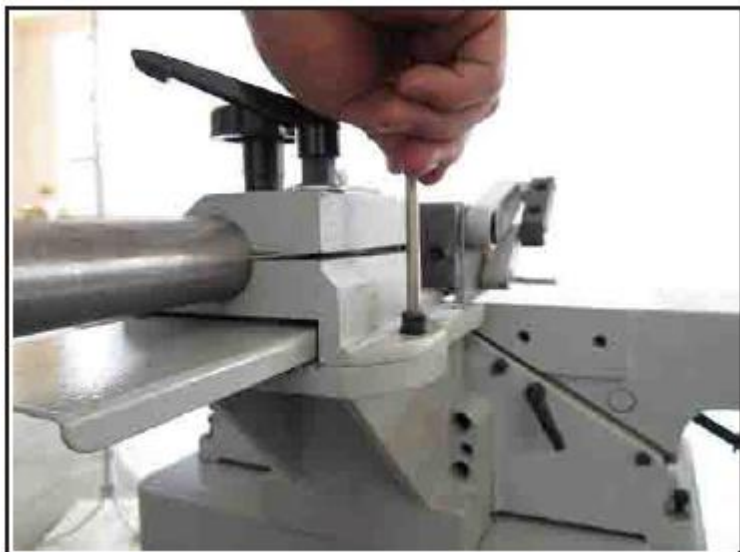

Рис. 10. Узел каретки параллельного упора
1. Закрепить узел каретки параллельного упора на кронштейне крепления каретки двумя винтами с шестигранным шлицем М8-1,25 x 20 с пружинными и плоскими шайбами (рис. 10).